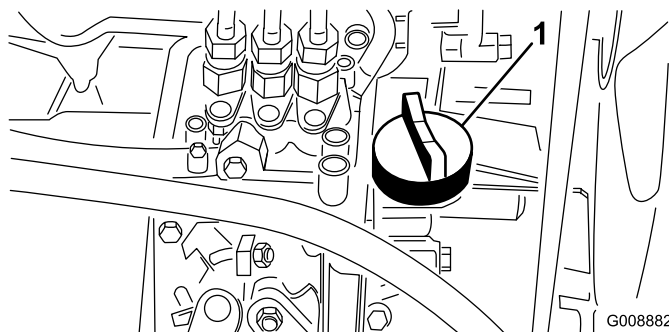

Figura 33
4. Se o nível do óleo for baixo, retire a tampa de enchimento (Figura 33) e adicione gradualmente pequenas quantidades de óleo, verificando constantemente o nível, até que este alcance a marca FULL na vareta.